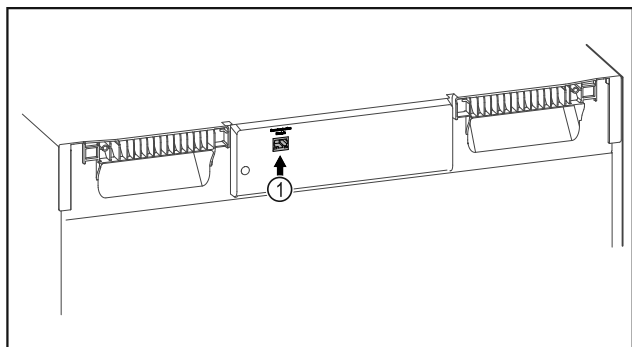

Fig. 138
- ☐ SmartModule Fig. 138 (1) er indsat.